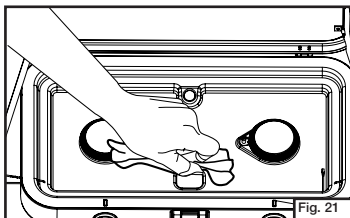

Fig. 21
- Nettoyez le réchaud avec un chiffon doux et un détergent à vaisselle doux. N'utilisez pas de nettoyeurs abrasifs. (Fig. 21)